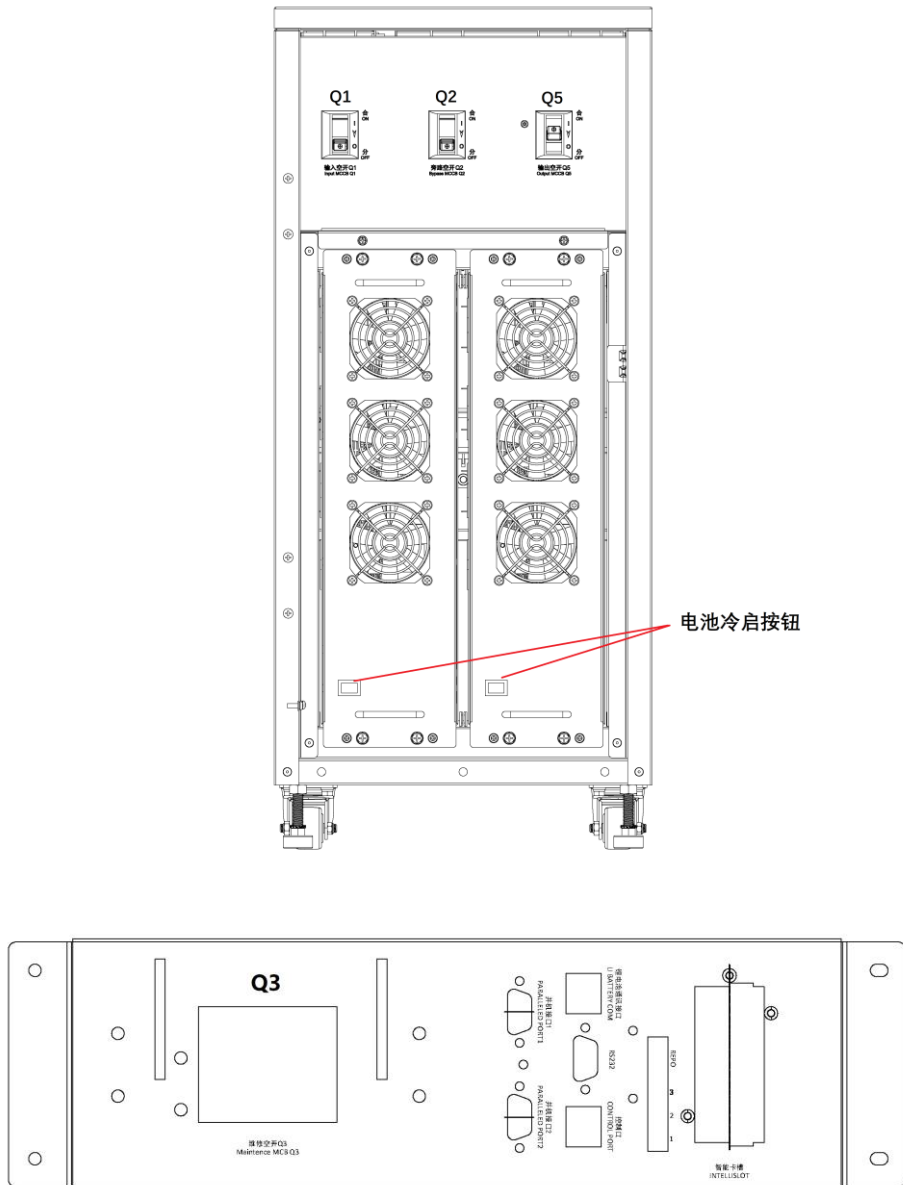

图5-1 UPS 电源开关位置示意图
除维修旁路开关外，UPS 柜内安装的电源开关可用钥匙打开前门后看到。各电源开关的位置如图 5-1 所示，它们包括：
2. 打开前门，按下电池冷启动按钮（60/80k 机型的两个模块按钮需依次按下）并保持 2 秒（位置见图 5-1）。此时，屏幕出现启动屏。见 4.3.1 启动屏。